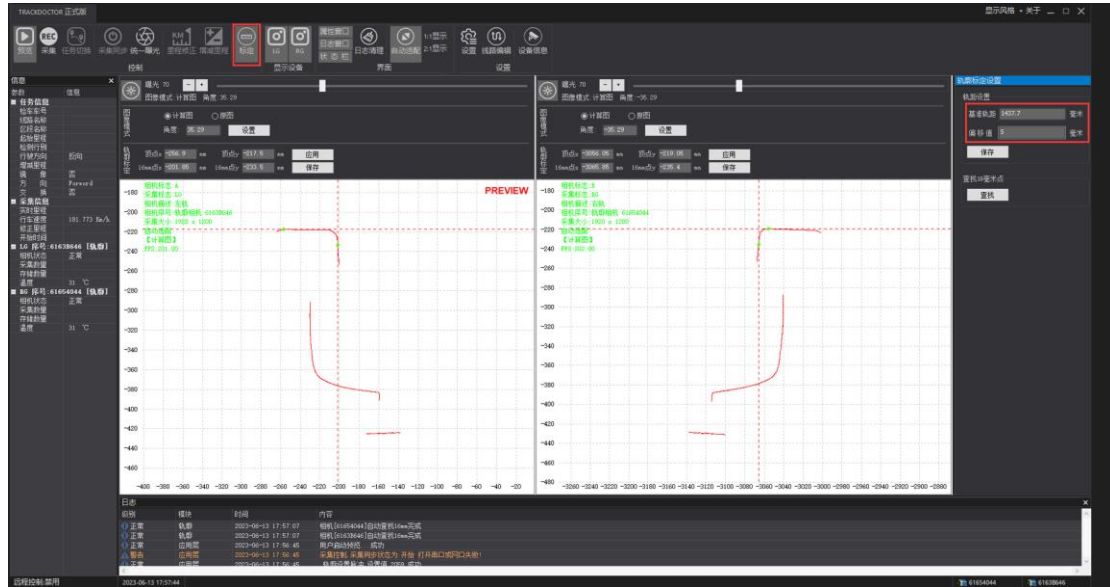

图 3.2-1
(1) 预览条件下，点击标定，标定界面如图 3.2-1，将轨距尺测量的轨距填入基准轨距中，点击保存。